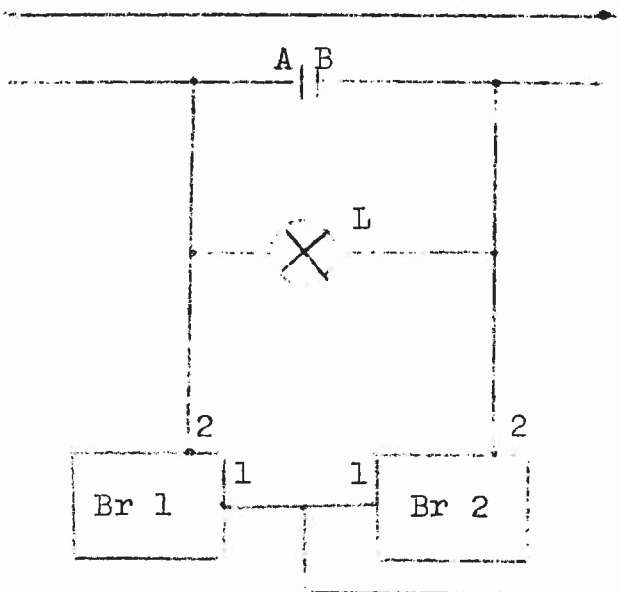
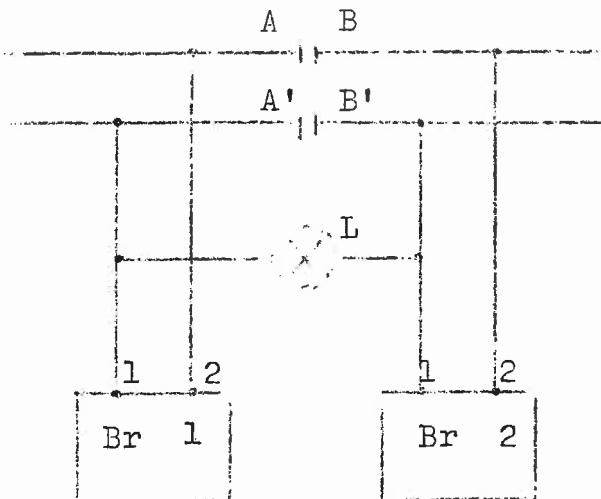
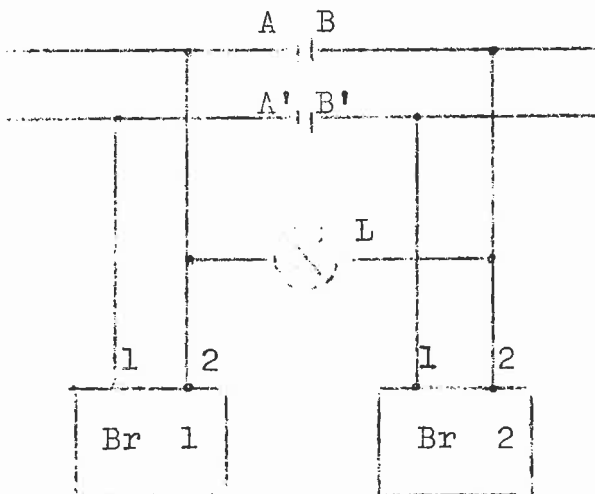
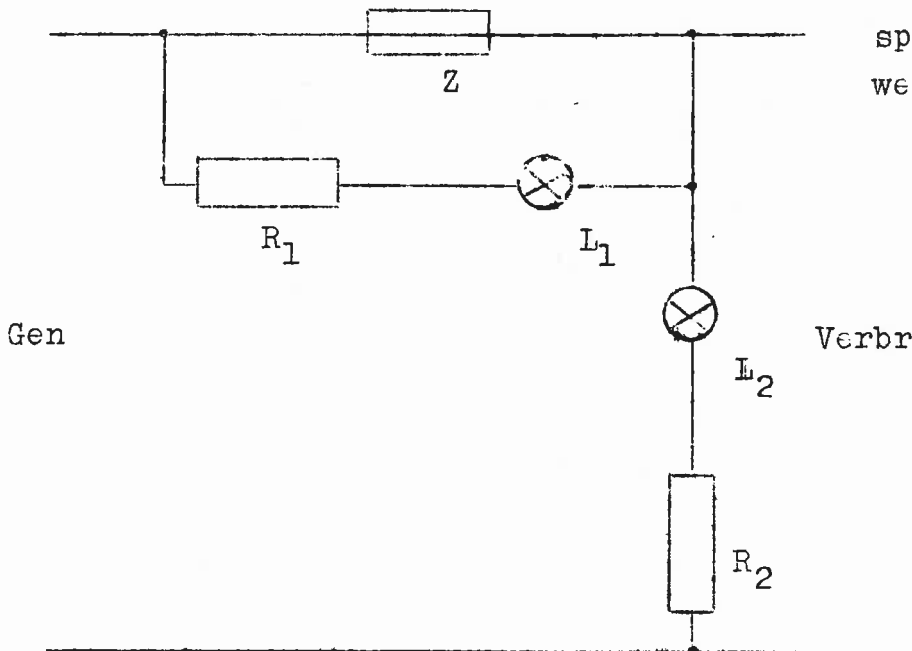

Fig. 1
Fig. 2
Fig. 3
Fig. 4
Beschrijving Fig. 2 en 3 :
Wanneer men de elektrische verbinding tot stand brengt tussen de punten A - B (Fig. 2) of tussen A' - B' (Fig. 3) dan bekomt men een analoge schakeling zoals fig. 1. Alzo kan men dezelfde bespreking over de werking houden als in vorig punt besproken.
WERKING : (zie Fig. 1)
Het kan soms noodzakelijk zijn om een begrenzingsweerstand in serie te schakelen met  $D_1-L_1$  en  $D_2-L_2$ , dit voor stroom- en spanningsbegrenzing (Fig. 2).
Wanneer wij de figuren (2) en (3) samen voegen in Fig. 1 dan bekomen wij de praktische uitvoering (Fig.4) geschikt voor stroom- en spanningscontrole, mits het invoceren van sommige (facultatieve) weerstanden.
VOORBEELD VAN BEREKENING VAN DE SCHAKELING (Fig. 4) :